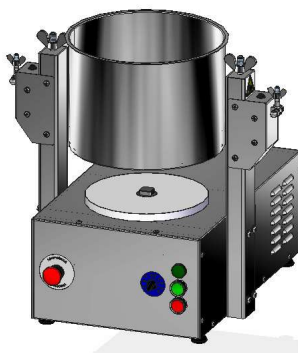

Рис. 3
7.1.4. Установите чашу меланжера на платформу на корпусе, совместив квадратный выступ приводного вала с отверстием на дне чаши (рис. 3).